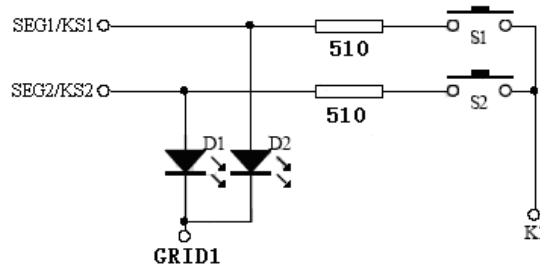

图15
2、在SEG1—SEG N上面串联电阻如图15所示,电阻的阻值应选在510欧姆,太大会造成按键的失效,太小可能不能解决显示干扰的问题。